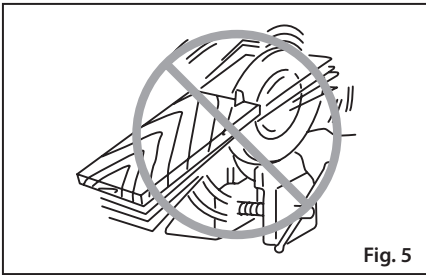

Fig. 5
**22.** Nunca tente serrar com a serra ao contrário ou por baixo de um torno, que pode causar acidentes graves (fig.5).